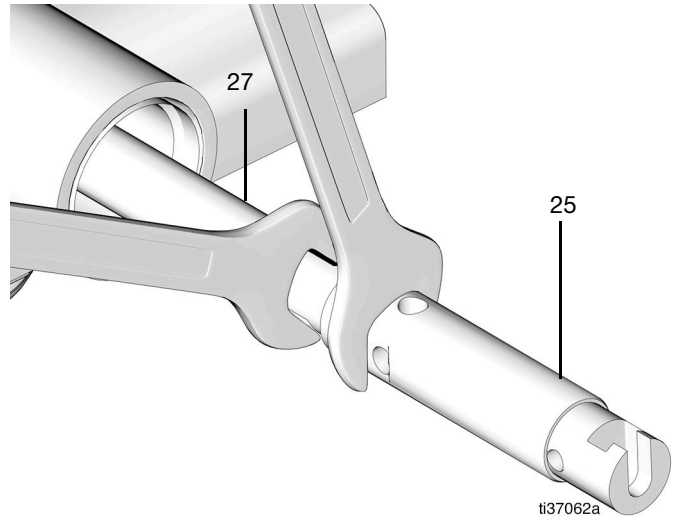
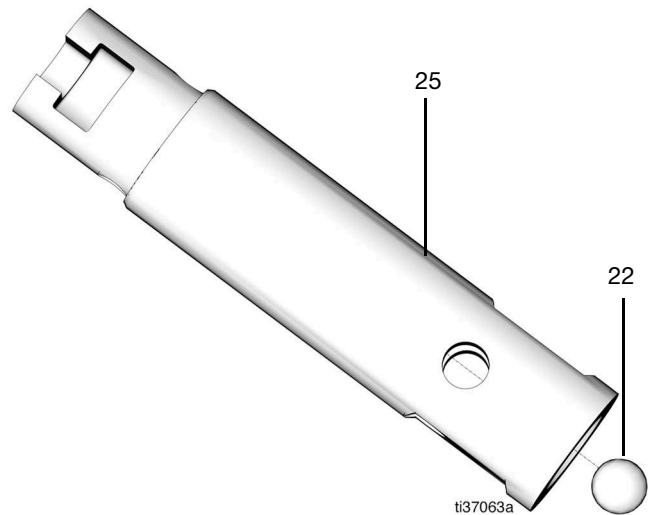

FIG. 43
FIG. 44
- 27. Desmonte el pistón de la bomba (25) de la varilla de la bomba (27).
NOTA: Retire la bola (22) del pistón de la bomba (25) (FIG. 43 y FIG. 44).